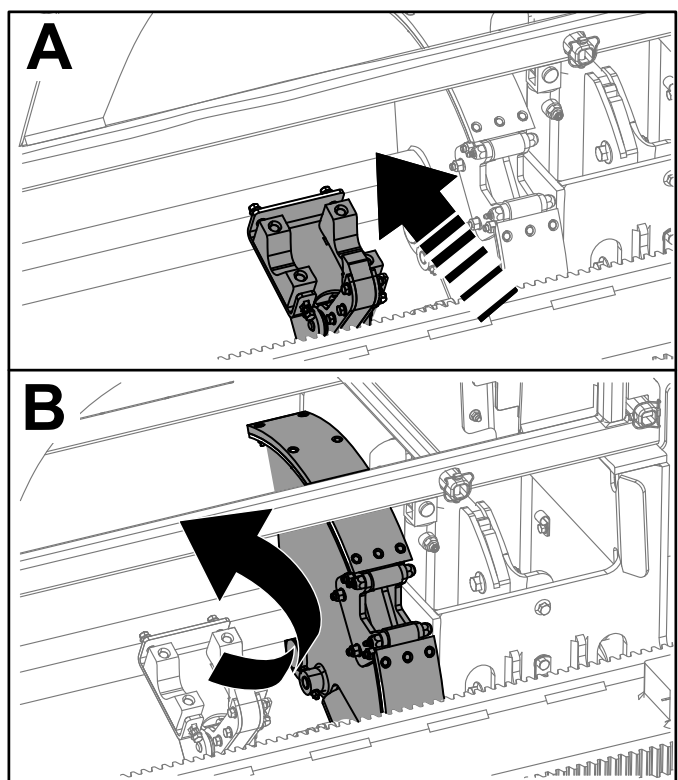

Figura 47
11. Segure o botão inferior direito no joystick com 8 botões (Figura 10), ou a parte inferior do seletor basculante (Figura 46) no joystick com 4 botões, até os braços do carregador retornarem e o conjunto do came voltar à posição inicial (fileira 4) (Figura 47).